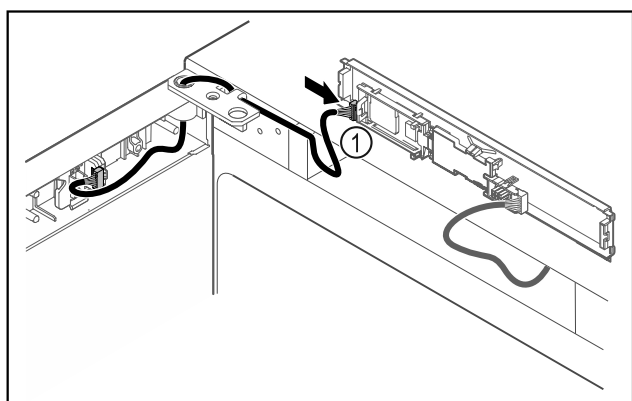

Fig. 49
- Sätt in kontakten Fig. 49 (1) på kretskortet.